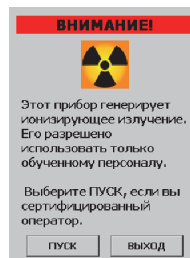

Рис. 6-1 Информация о радиационной безопасности
3. Ознакомьтесь с правилами радиационной безопасности (см. Рис. 6-1 на стр. 16) и подтвердите, что вы являетесь сертифицированным пользователем.